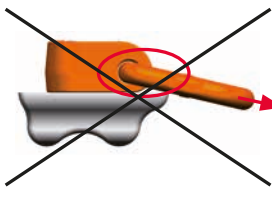

Bild 4: nicht erlaubt
- Bei Anliegen an Kanten oder Flächen lt. Bild 4